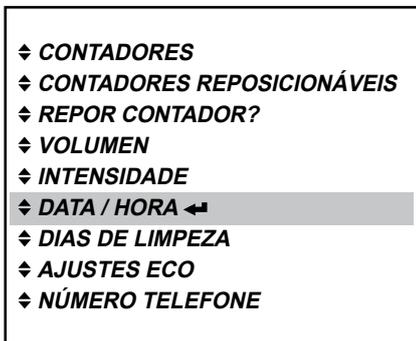

Fig. 59
1. Prima a tecla Enter ← para acessar o menu «DATA/HORA». (Fig. 59)